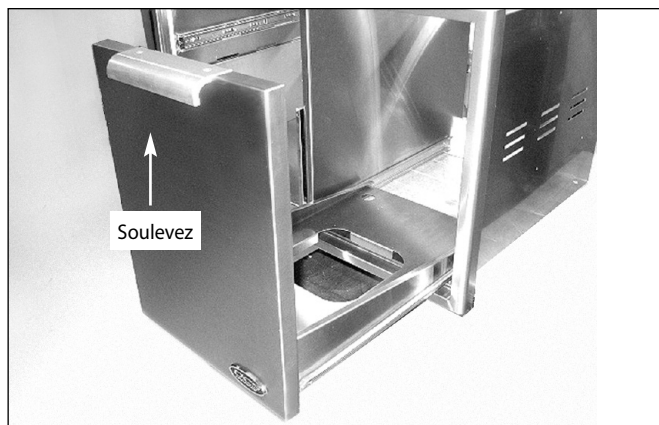

Fig. 8
2. Pour enlever le tiroir du réservoir de propane sur le droit côté, tirez le tiroir et soulevez l'extrémité par la poignée pour dégager les roulettes (Fig. 8).